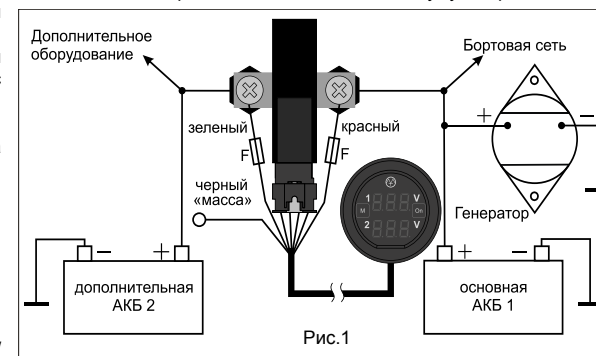

Рис.1
1.5 Произвести соединения в соответствии со схемой (рис.1), используя провода сечением не менее 25мм2.